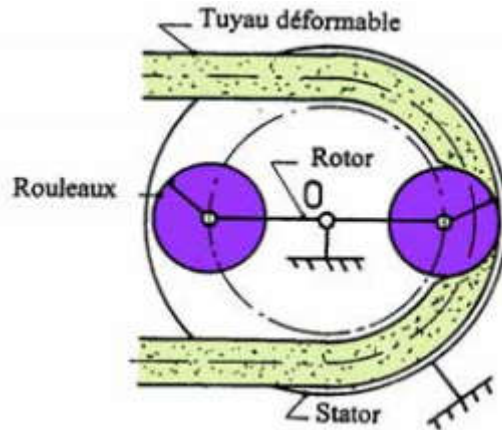

Figure.7 - Pompes péristaltiques.
2.6 Pompes péristaltiques : (fig. 7-)